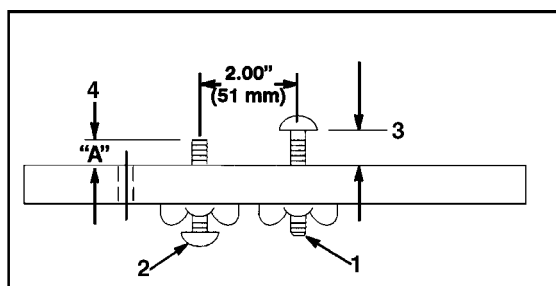

Figure 10
Pour être sûr d'obtenir une orientation constante des unités de coupe, la société Toro vous suggère vivement d'utiliser un gabarit à deux vis (Réf. 98-1852) (Fig. 10). La première vis est prévue pour la hauteur de coupe et la seconde pour l'orientation de l'unité de coupe. Le réglage de la deuxième vis est un moyen simple de transférer l'orientation d'une unité de coupe à toutes les unités de coupe d'une même machine.
1. A l'aide d'un calibre à deux vis (Réf Toro 98-1852) placez la tête de la vis à la hauteur de coupe voulue. La hauteur de coupe correspond à la distance entre le calibre et la base de la tête de vis (Fig. 10).